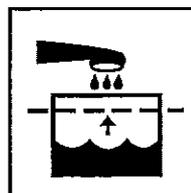

Fig. 25
- Indicateur de remplissage du réservoir (fig. 25)